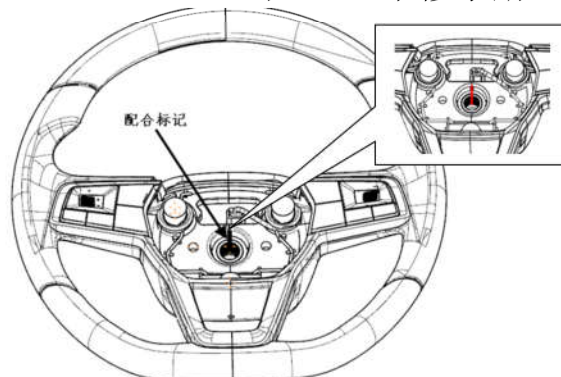

图 4-4
② 如果没有缺齿并齿结构，需要在转向盘总成和转向管柱及万向节总成上做好配合标记，再拆卸转向盘。如图 4-4 所示。